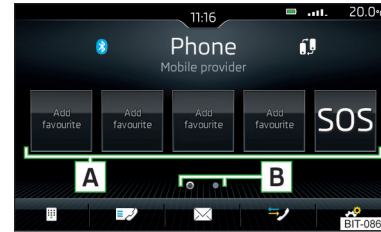

Abb. 149
- › Im Hauptmenü *Telefon* die gewünschte freie Funktionsfläche **A** » Abb. 149 antippen.
- › Zum **Wechsel der Speichergruppe** die Funktionsfläche **B** » Abb. 149 antippen.
- › Zur **Wahl** die belegte Funktionsfläche **A** » Abb. 149 antippen.
- › Im Hauptmenü *Telefon* die gewünschte belegte Funktionsfläche **A** » Abb. 149 halten.